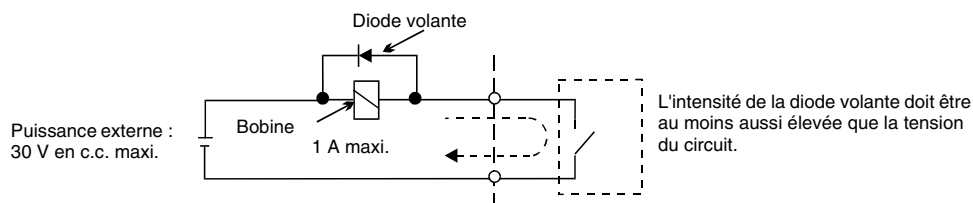

Fig. 6 Raccordement de la diode volante
*3. Lors de la manipulation d'une charge réactive, telle qu'une bobine de relais alimentée en c.c., toujours insérer une diode volante comme illustré à la Fig. 6